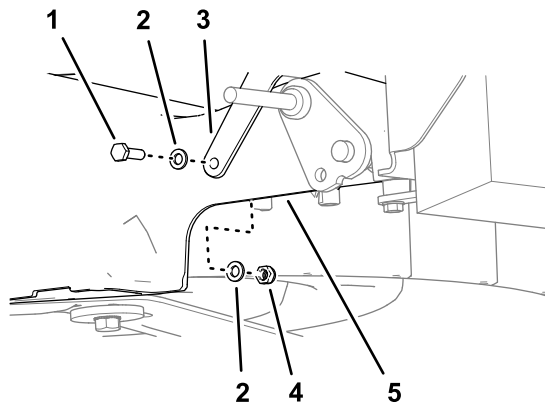

Figura 13
2. Monte o suporte da escova na plataforma do cortador (Figura 13) com um parafuso (8 x 20 mm), duas anilhas (6 mm) e uma porca de bloqueio (6 mm).